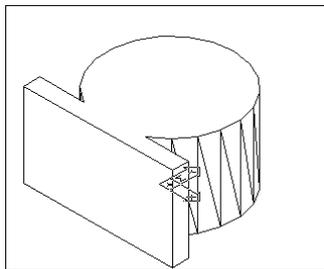

图 18-13
(3) 作长方体。单击  按钮或者在命令行直接输入 `box`。长方体的两个顶点分别设置为  $(70, -52.5, 0)$  和  $(-70, -67.5, 80)$ 。
(4) 并集处理。单击  按钮或者在命令行直接输入 `union`，合并上述圆柱体和长方体，结果如图 18-13 所示。